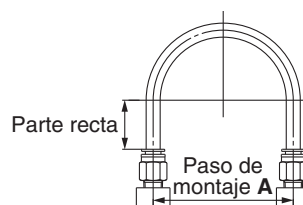

Fig. 1 Conexionado recomendado
- Cuando se conectan las tuberías al racordaje instantáneo, use una longitud de conexionado con suficiente margen, conforme a las condiciones de conexionado mostradas en la Fig. 1.